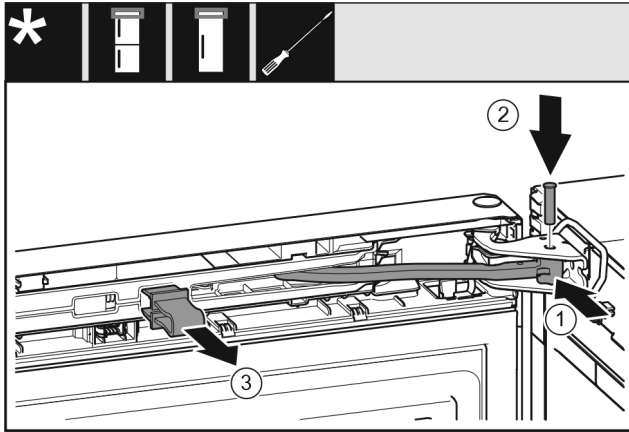

Fig. 26
- ▶ Поверніть шарнір в опорному кронштейні. Fig. 26 (1)
- ▶ Встановіть гвинт в опорний кронштейн та шарнір. При цьому виступ фіксатора повинен займати правильне положення в пазу. Fig. 26 (2)
- ▶ Зніміть запобіжник. Fig. 26 (3)